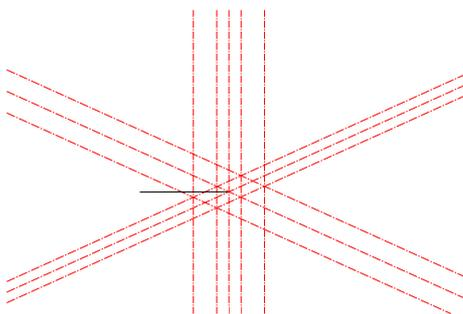

Рис. 10
5.1. Сделать текущим слой сферы (выбрать из списка слоев в панели инструментов свойств объектов), слой осей сделать видимым, слой выступов – невидимым (рис. 10).
В ответ на следующий запрос *Specify new origin point <0,0,0>*: указать левой кнопкой мыши точку 9 (рис. 10).